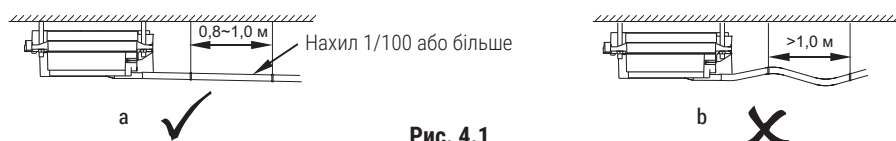

Рис. 4.1
- Щоб запобігти потраплянню конденсату в кондиціонер, труба для дренажу має бути нахилена назовні (сторона для дренажу) і мати нахил 1/100 або більше. На ній не повинно бути жодних виступів або води (див. рисунок 4.1а).